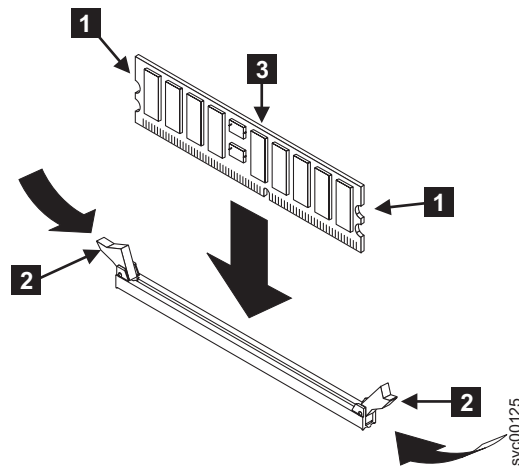

図 118. メモリー・モジュールの再取り付け
1. クリップ **2** を開き、図 118 に示すように、メモリー・モジュール **3** を下げてコネクタに差し込みます。クリップを内側に向かって押しながら閉じます。